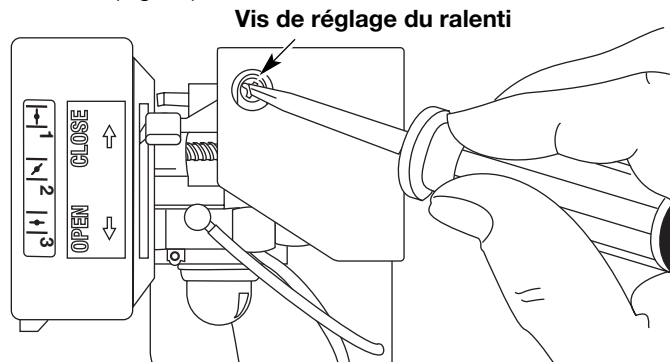

Fig. 26
La vitesse de ralenti du moteur est réglable à l'aide d'une vis de réglage accessible par un trou situé sur le dessus du couvercle du moteur (Fig. 26).
- Régler la manette des gaz à bas régime (←) et laisser le moteur tourner au ralenti. Si le moteur s'arrête, insérez un petit tournevis à embout cruciforme ou à tête plate dans le trou du couvercle du moteur (Fig. 26).
soupape et le culbuteur (Fig. 26 & 27). Faites-le pour les soupapes d'admission et d'échappement.